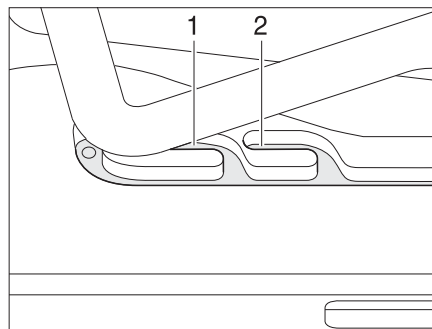
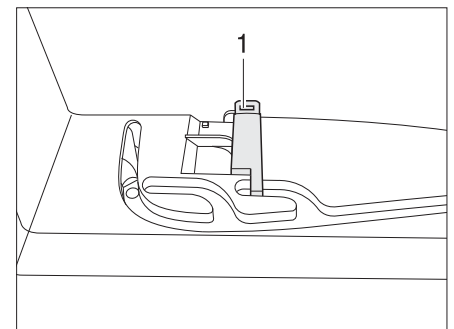

Fig. 31 Oblò inclinabile in posizione di ricircolo d'aria
Fig. 32 Bloccaggio in posizione di ricircolo d'aria
È possibile portare l'oblò inclinabile in due posizioni di ricircolo d'aria: posizione brutto tempo (Fig. 31,1) e posizione centrale (Fig. 31,2). A seconda del modello è possibile bloccare l'oblò nella posizione centrale con il chiavistello (Fig. 32,1).
- Premere la staffa leggermente verso l'alto, spingerla nella guida selezionata (Fig. 31,1 o 2) ed eventualmente bloccarla.